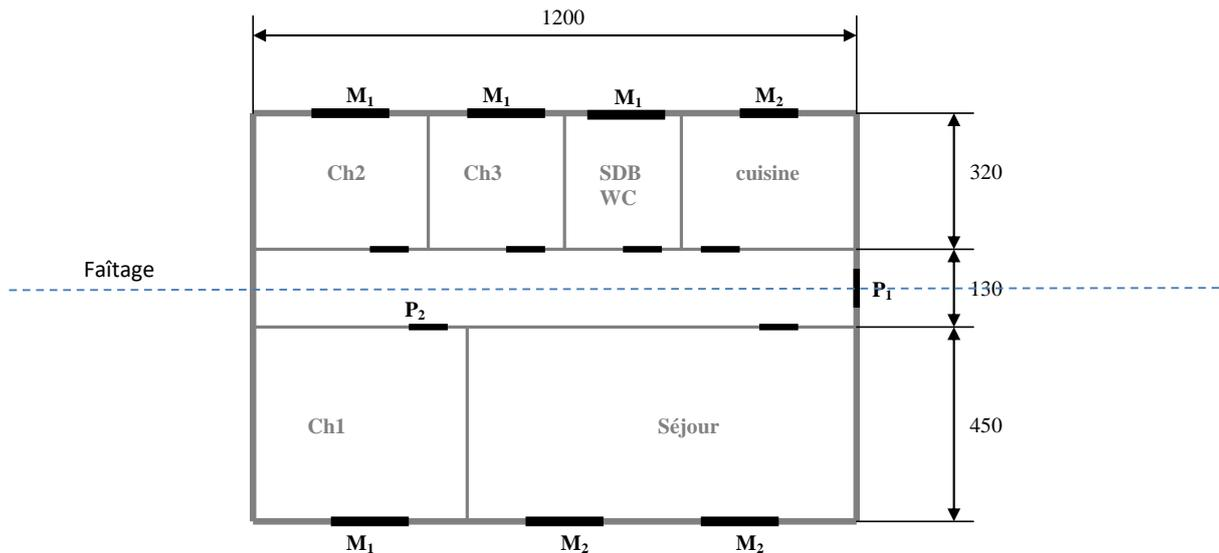

Figure 1 : les dimensions sont données au nu intérieur en centimètres.
On vous demande de calculer des déperditions d'une maison individuelle de type T4 située en centre-ville à Nancy (54), altitude 220m, représentée figure 1. Il s'agit d'une maison de plain-pied avec combles non aménagés. Cet espace sous-toiture est tout de même isolé vis-à-vis de l'extérieur pour permettre un aménagement futur. Elle n'est pas mitoyenne. La hauteur sous plafond est de 2m50.